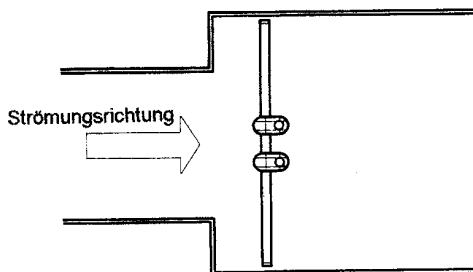

Abb. 3a: Nicht akzeptable Erweiterung
- Vermeiden Sie plötzlichen Erweiterungen des Kanals direkt vor dem Staugitter (Bild 3a)